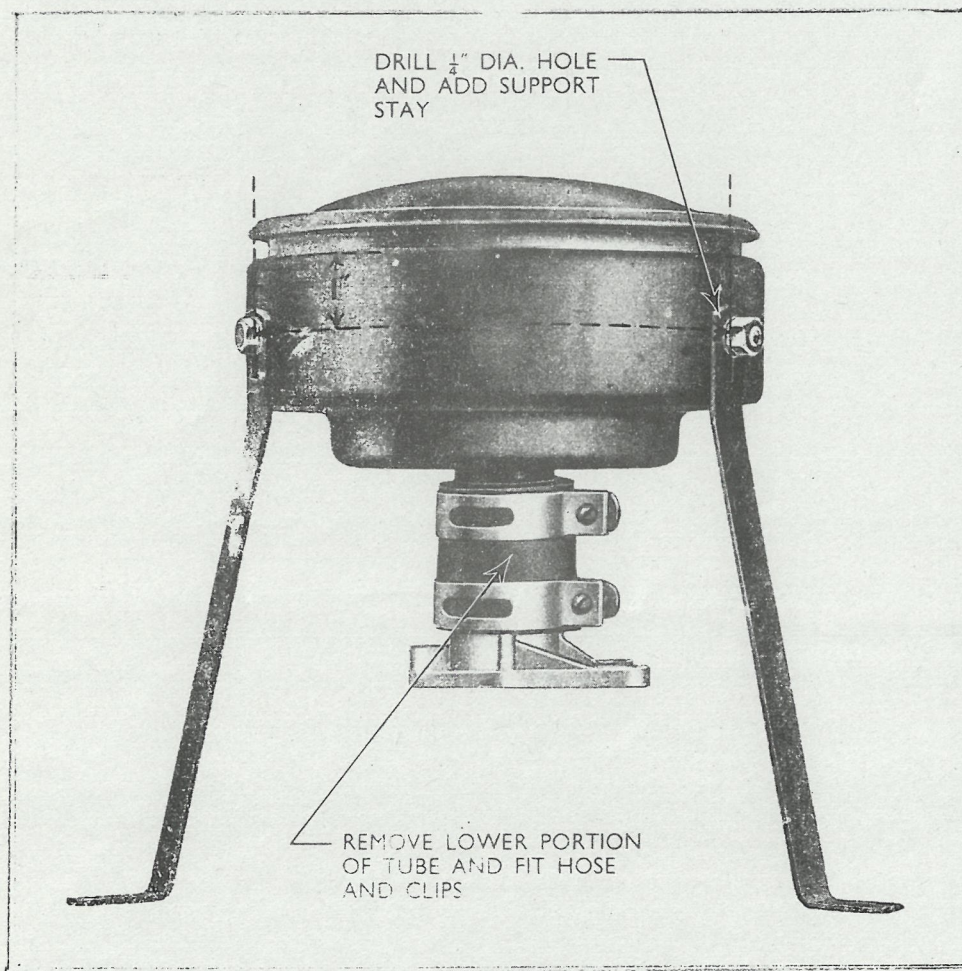

Fig 1 - Andret luftfilter
Øversættelse af teksten i fig 1
1) Bor et 1/4" hul i luftfiltret i en afstand af 7" langs periferien fra det forhåndenværende hul. Afstanden fra den øverste reces er 1" som vist på fig 1.